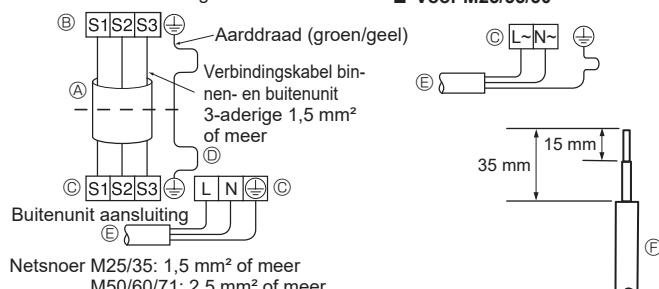
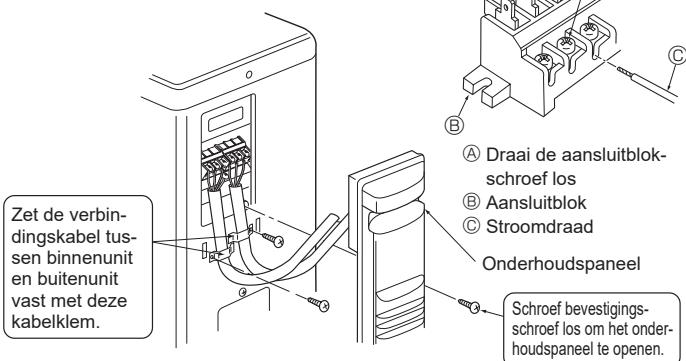
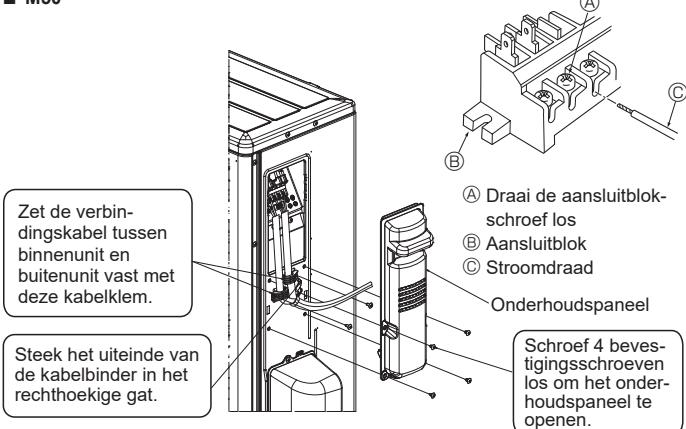
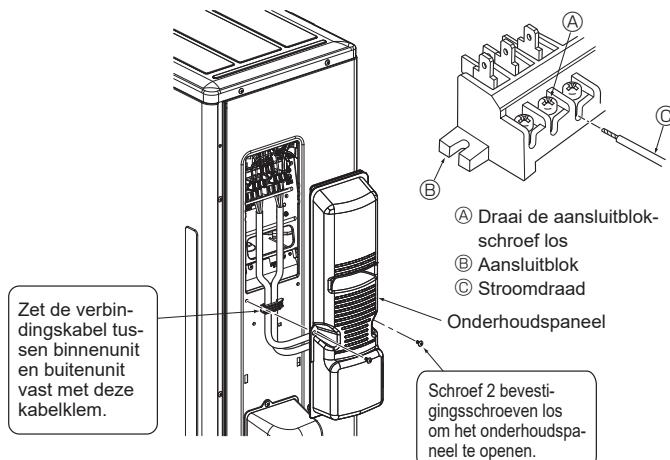

Fig. 6-2
Fig. 6-3
Fig. 6-4
Fig. 6-5
### 6.1. Buitenunit (Fig. 6-1, Fig. 6-2, Fig. 6-3, Fig. 6-4, Fig. 6-5)
- ① Verwijder het onderhoudspaneel.
- ② Sluit de kabels aan volgens Fig. 6-1, Fig. 6-2, Fig. 6-3, Fig. 6-4 en Fig. 6-5.
- Leg de bedrading aan zoals aangegeven in het diagram links onderaan. (Schaf de kabel ter plaatse aan) (Fig. 6-2)